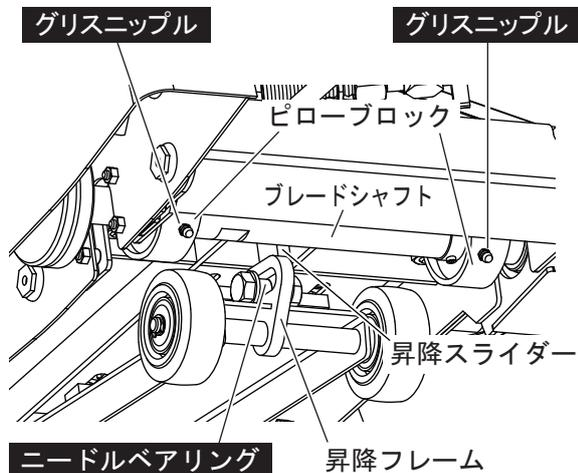

図 35
- 昇降関係およびピローブロック部にグリスを給脂してください。(図35)